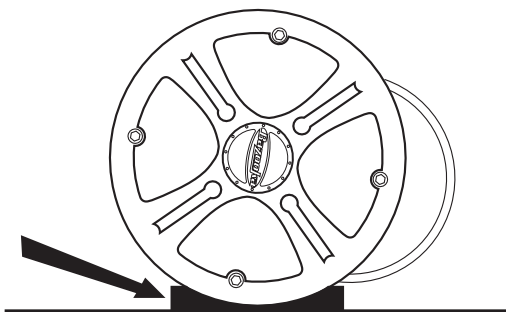

Figure 4
3. Placez chaque support de montage sous le boîtier Bass Tubes® de manière à ce que le sommet dans la partie inférieure du tube se trouve à l'intérieur du support de montage comme indiqué à la figure 4.